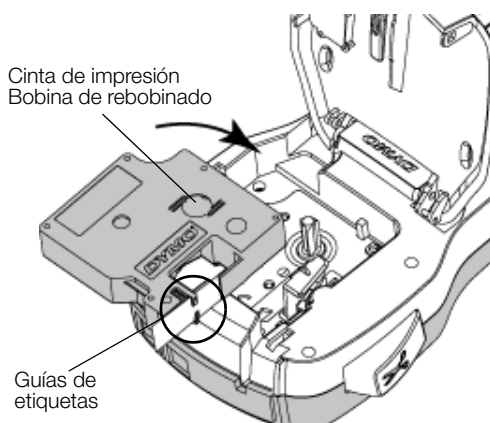

Ilustración 5
- 2 Asegúrese de que la cinta adhesiva y la cinta de impresión están tensas a lo largo de la abertura del cassette y de que la cinta adhesiva pasa entre las guías de etiquetas. Vea la Ilustración 5.